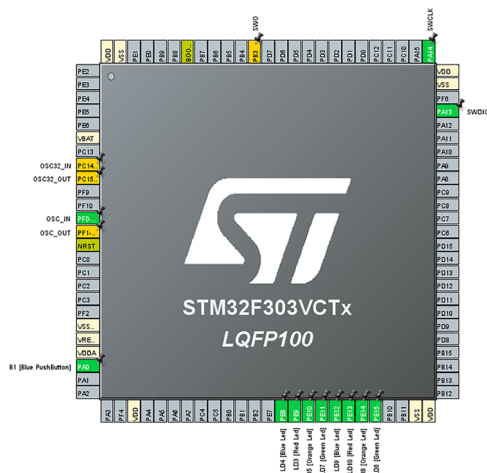

Рис. 2.3. Итоговая распиновка микроконтроллера
6. В итоге распиновка должна выглядеть следующим образом (рис. 2.3).